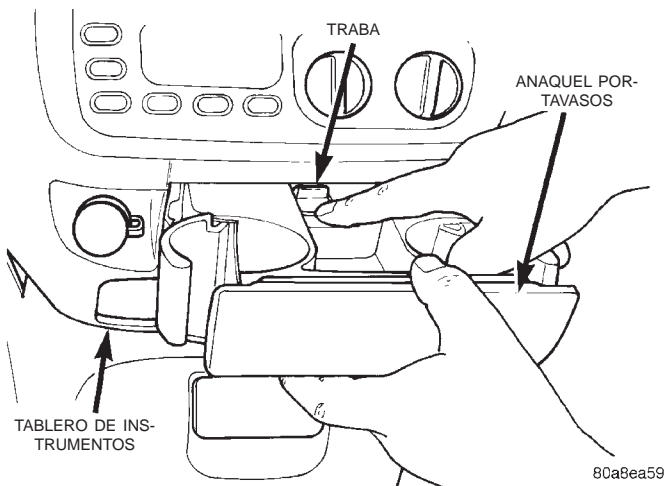

Fig. 3 Anaquel – portavasos
- (1) Abra el anaquel (Fig. 3).
- (2) Presione hacia abajo la lengüeta de fijación en la parte central trasera.